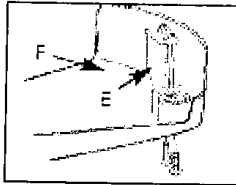

Fig. 14
1. Enlevez le couteau (E) du capotage protectif (F) (Fig. 14).